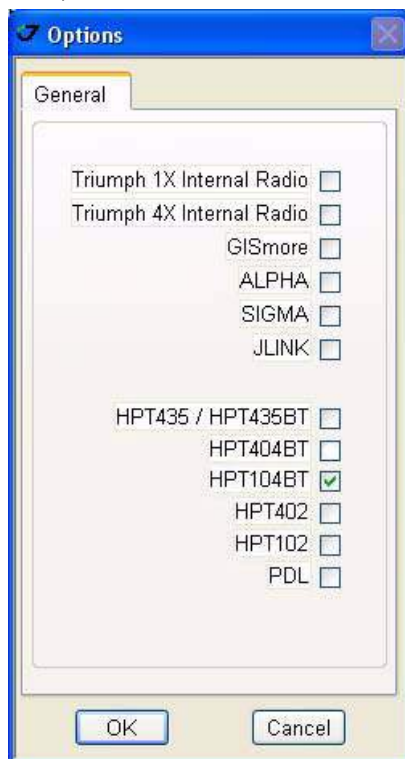

Рисунок 2-5. Options
3. Выберите HPT104BT (Рис. 2-5) и нажмите *OK*: